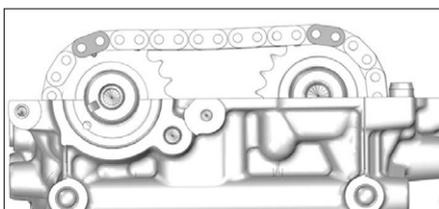

FIG. 89
- Vérifier le calage correct de la chaîne sur les arbres à cames, les maillons cuivrés doivent être orientés vers le haut (Fig.89).